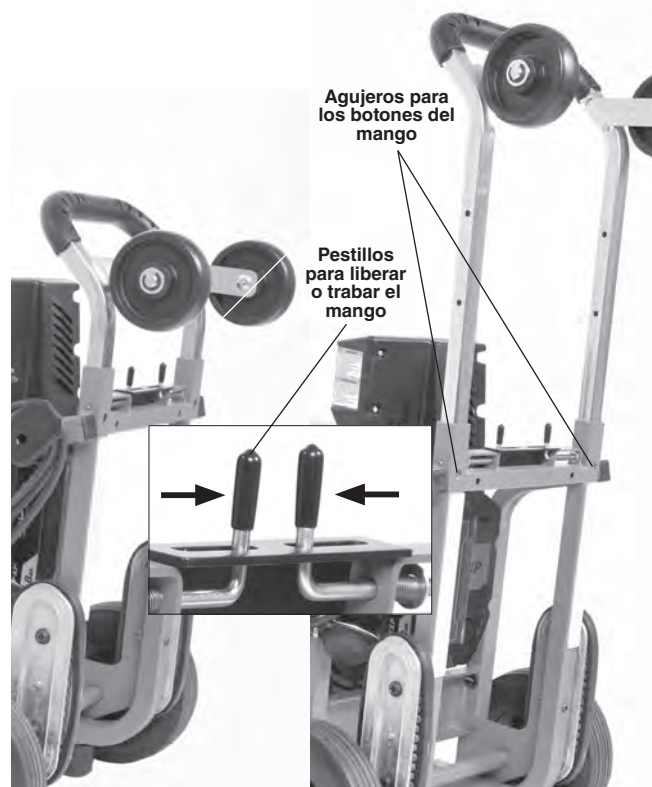

Figura 13 – Ajustes del mango plegable
7. Transporte la limpiadora de desagües a través de una senda despejada hasta el lugar de la tarea. Ajuste el mango si fuera necesario (Figura 13). Acerque los dos pestillos del mango y desplace el mango plegable hasta la posición deseada. Confirme que los pestillos estén encajados y que esté trabada la posición del mango. Si el mango se desplaza más allá de los agujeros para los pestillos, los botones en el mango impedirán que se salga fuera de la máquina. Si esto ocurriera, presione los botones para mover el mango.